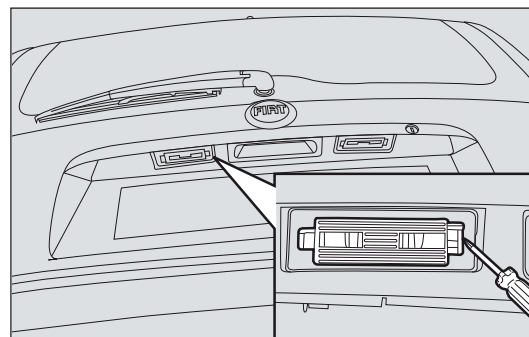
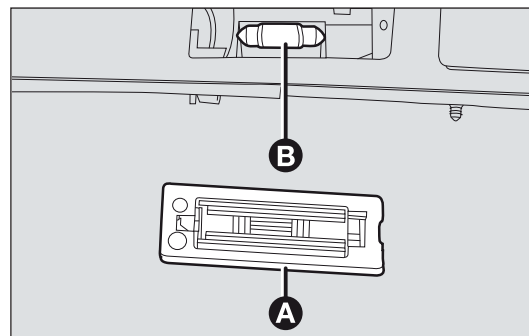

fig. 155
fig. 156
- ☐ con un destornillador presione en la ballestilla de sujeción como se indica en la fig. 155 y extraiga la pantalla transparente A-fig. 156 y la lámpara del portalámpara B;